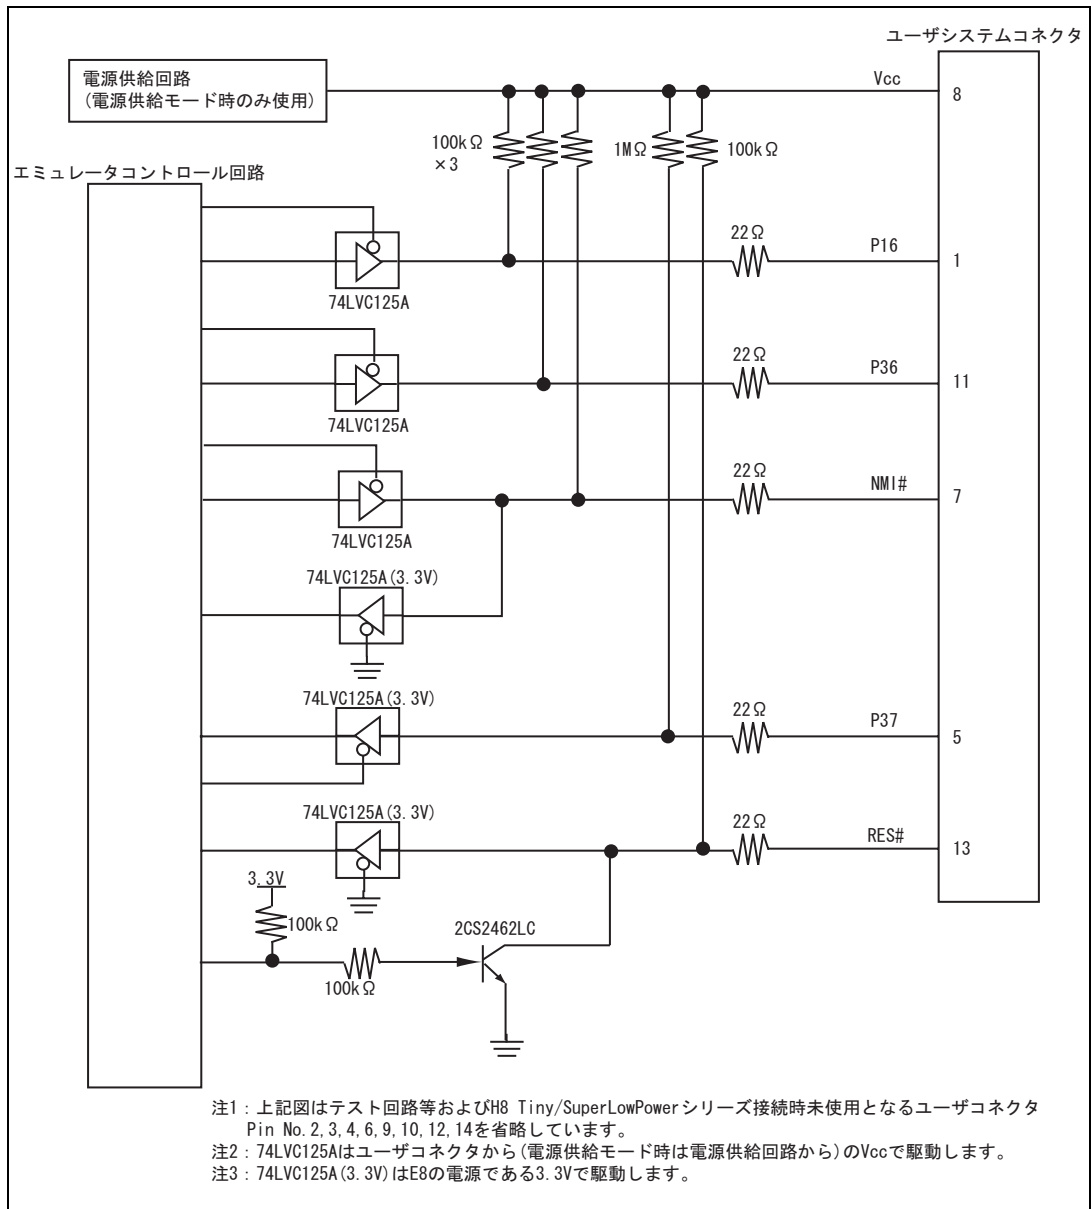
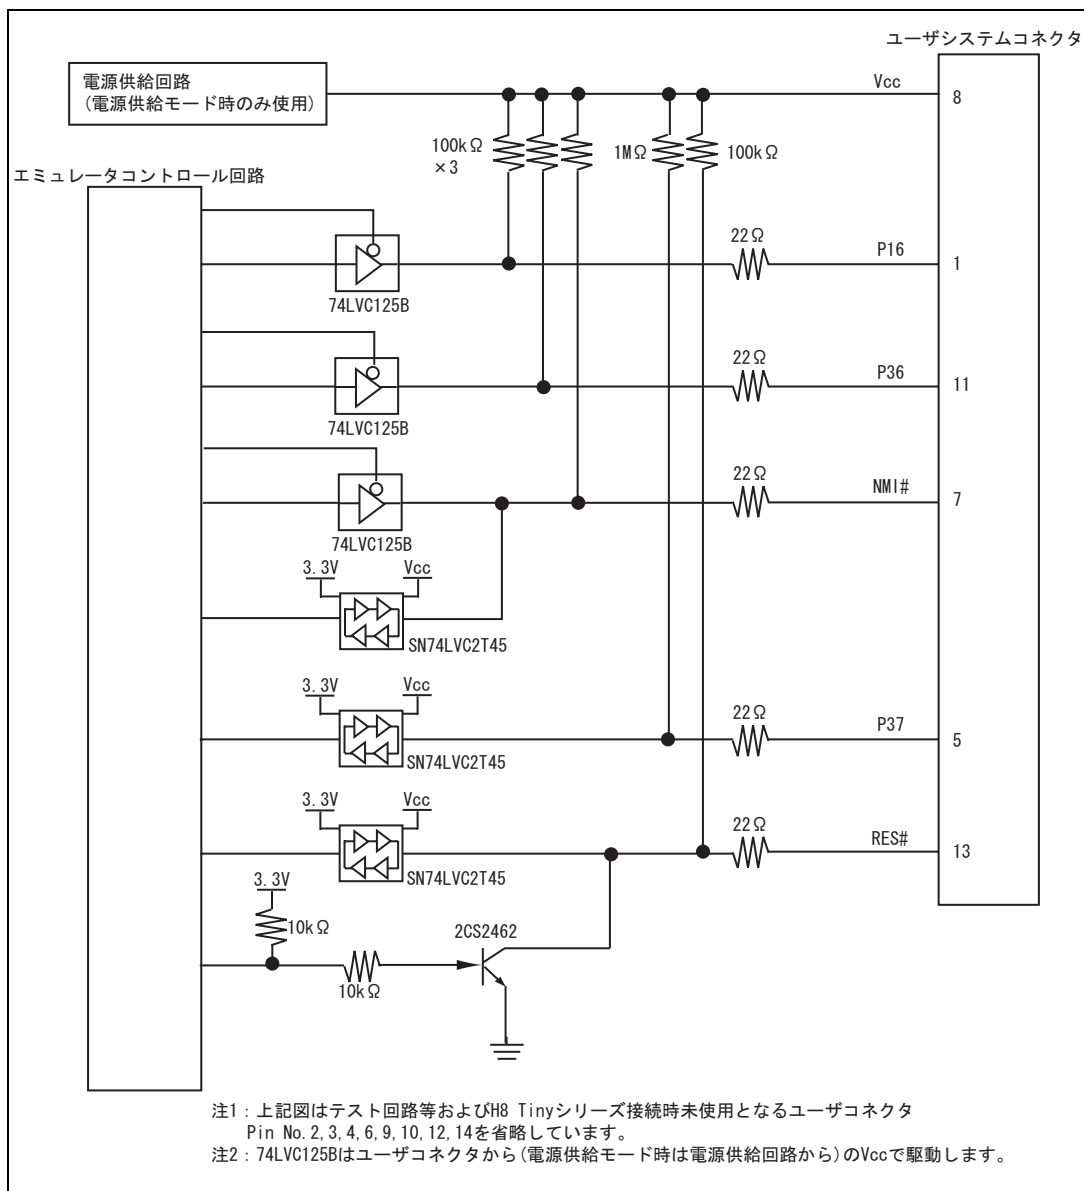

図 4.6 E8 エミュレータ内インタフェース回路 (参考)
図 4.7 E8a エミュレータ内インタフェース回路 (参考)
7. 図4.6にE8エミュレータ内インタフェース回路を示します。図4.7にE8aエミュレータ内インタフェース回路を示します。プルアップ抵抗の値などを決定するときに参考にしてください。